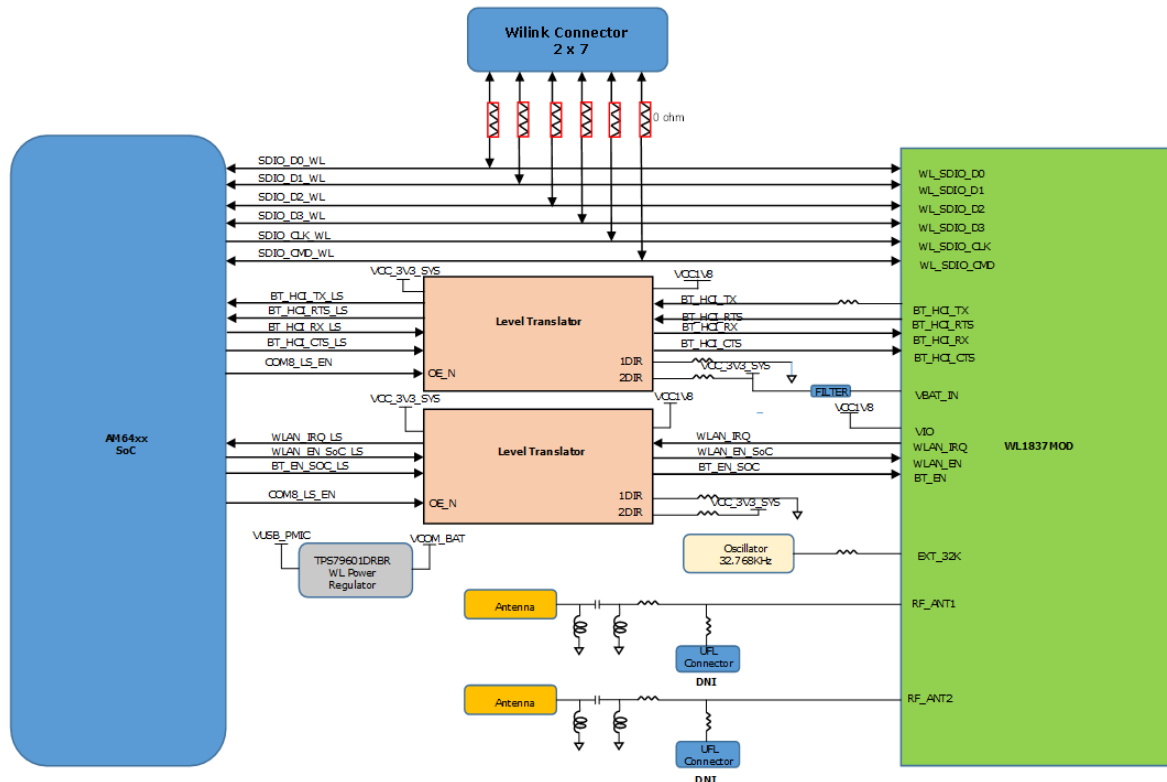

図 2-16. WiLink モジュール インターフェイス
- アシステッド WB スピーチ (AWBS): 改変済み SBC コーデックを内部に実装。図 2-16 に、AM64x に接続した WiLink モジュールのブロック図を示します。